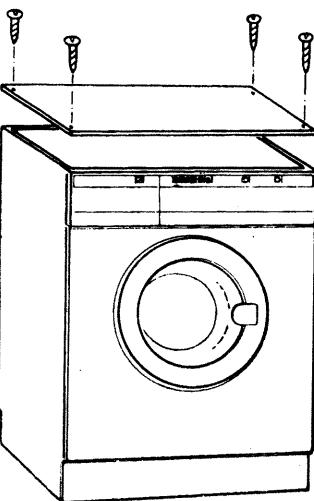

Fig. 15
- 3/ Collochi la piastra di protezione facendo coincidere i fori di questa con quelli dell'apparecchio secondo la Fig. 15 e poi avviti i due pezzi. Una volta realizzate queste operazioni introduca l'apparecchio nel posto da lei desiderato.
- 3/ Coloque la chapa de protección, haciendo coincidir los agujeros de esta, con los del aparato según (Fig. 15) después atornille ambas piezas. Una vez realizadas estas operaciones introduzca la lavadora en el lugar por usted deseado.